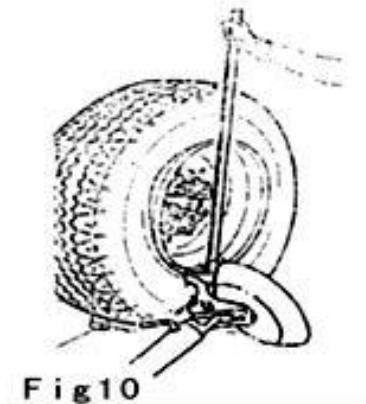

Fig 10
(1) Установите инструментальную консоль (9) в нерабочее положение. Переведите ее к внешней плоскости колеса и убедитесь в правильном положении монтажного пальца. В противном случае нажмите регулятор положения (14), поверните инструмент на 180°, опустите его и зацепите за опору.
(2) Отрегулируйте взаимное положение монтажного пальца (13) и шины, установите монтажный палец (13) между шиной и ободом. Вставьте монтажный палец (13) под борт шины и зацепите борт.
(3) Опустите борт, чтобы избежать его соскальзывания с инструмента.
(4) Переведите монтажный палец к внешнему краю обода. (5) Установите монтировку под монтажный палец между краем шины и бортом. (6) Нажмите на монтировку и удерживая ее нажатой опустите колесо до тех пор, пока край обода не окажется на расстоянии 5 мм от монтажного пальца (рис. 10).